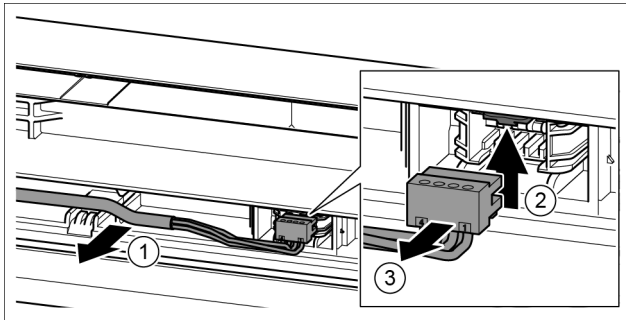

Fig. 24
- ▶ Grijs kabel voorzichtig uit de geleiding in de deur losmaken. *Fig. 24 (1)*
- ▶ Las naar boven duwen. *Fig. 24 (2)*
- ▶ Stekker voorzichtig eruit trekken. *Fig. 24 (3)*